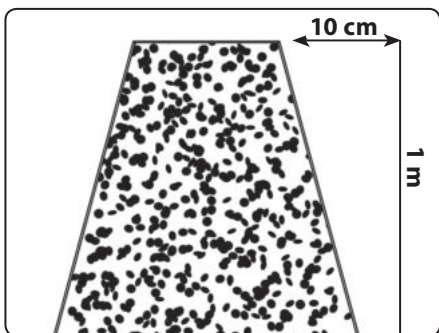

Abb. 4
- Es ist empfohlen, die Hecke in eine solche Form zu schneiden, dass die Basis etwas breiter ist, als der obere Teil, denn eine solche Gestaltung erleichtert das Eindringen von Sonnenstrahlen in das Bewuchsinnere, siehe Abb. 4.